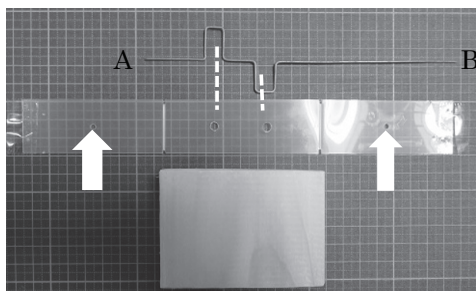
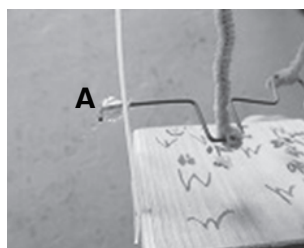

図1
図2
【用意するもの】(図1)
- (1)図1のように針金を端から10.5 cm、1.5 cm、1 cm、1.5 cm、2 cm、1.5 cm、1 cm、1.5 cm、3.5 cmの位置で直角に折り曲げます。また、PPシートは両端から4.5 cmの位置2カ所に直径3 mmの穴を開け、さらに両端から11 cmの位置2カ所に直径5 mmの穴を開けます。
- (2)PPシートを両端から8 cmの位置で折り曲げ、木材の中央1カ所にタッカーで止め、コの字型に固定します。
- (3)固定したPPシートの内側から直径3 mmの穴に(1)の針金の端をB、Aの順にそれぞれ通します。
- (4)針金Aにビーズを通し、5 mm程度折り曲げます(図2)。